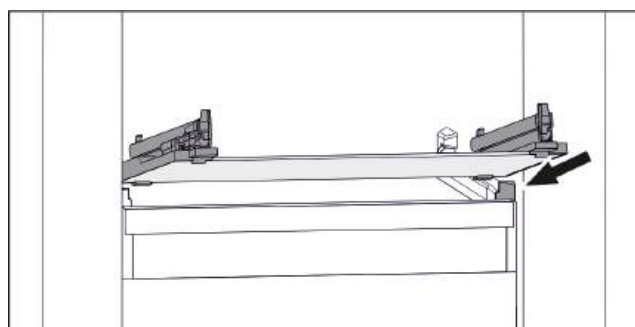

Fig. 38 Beispielhafte Darstellung der Glasplatte
- Glasplatte schräg hinter den Stopperr aufsetzen. (siehe Fig. 38)